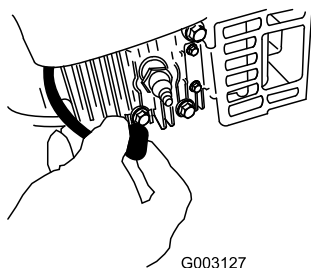

Figura 27
2. Desconecte el cable de la bujía (Figura 27) antes de realizar cualquier procedimiento de mantenimiento.